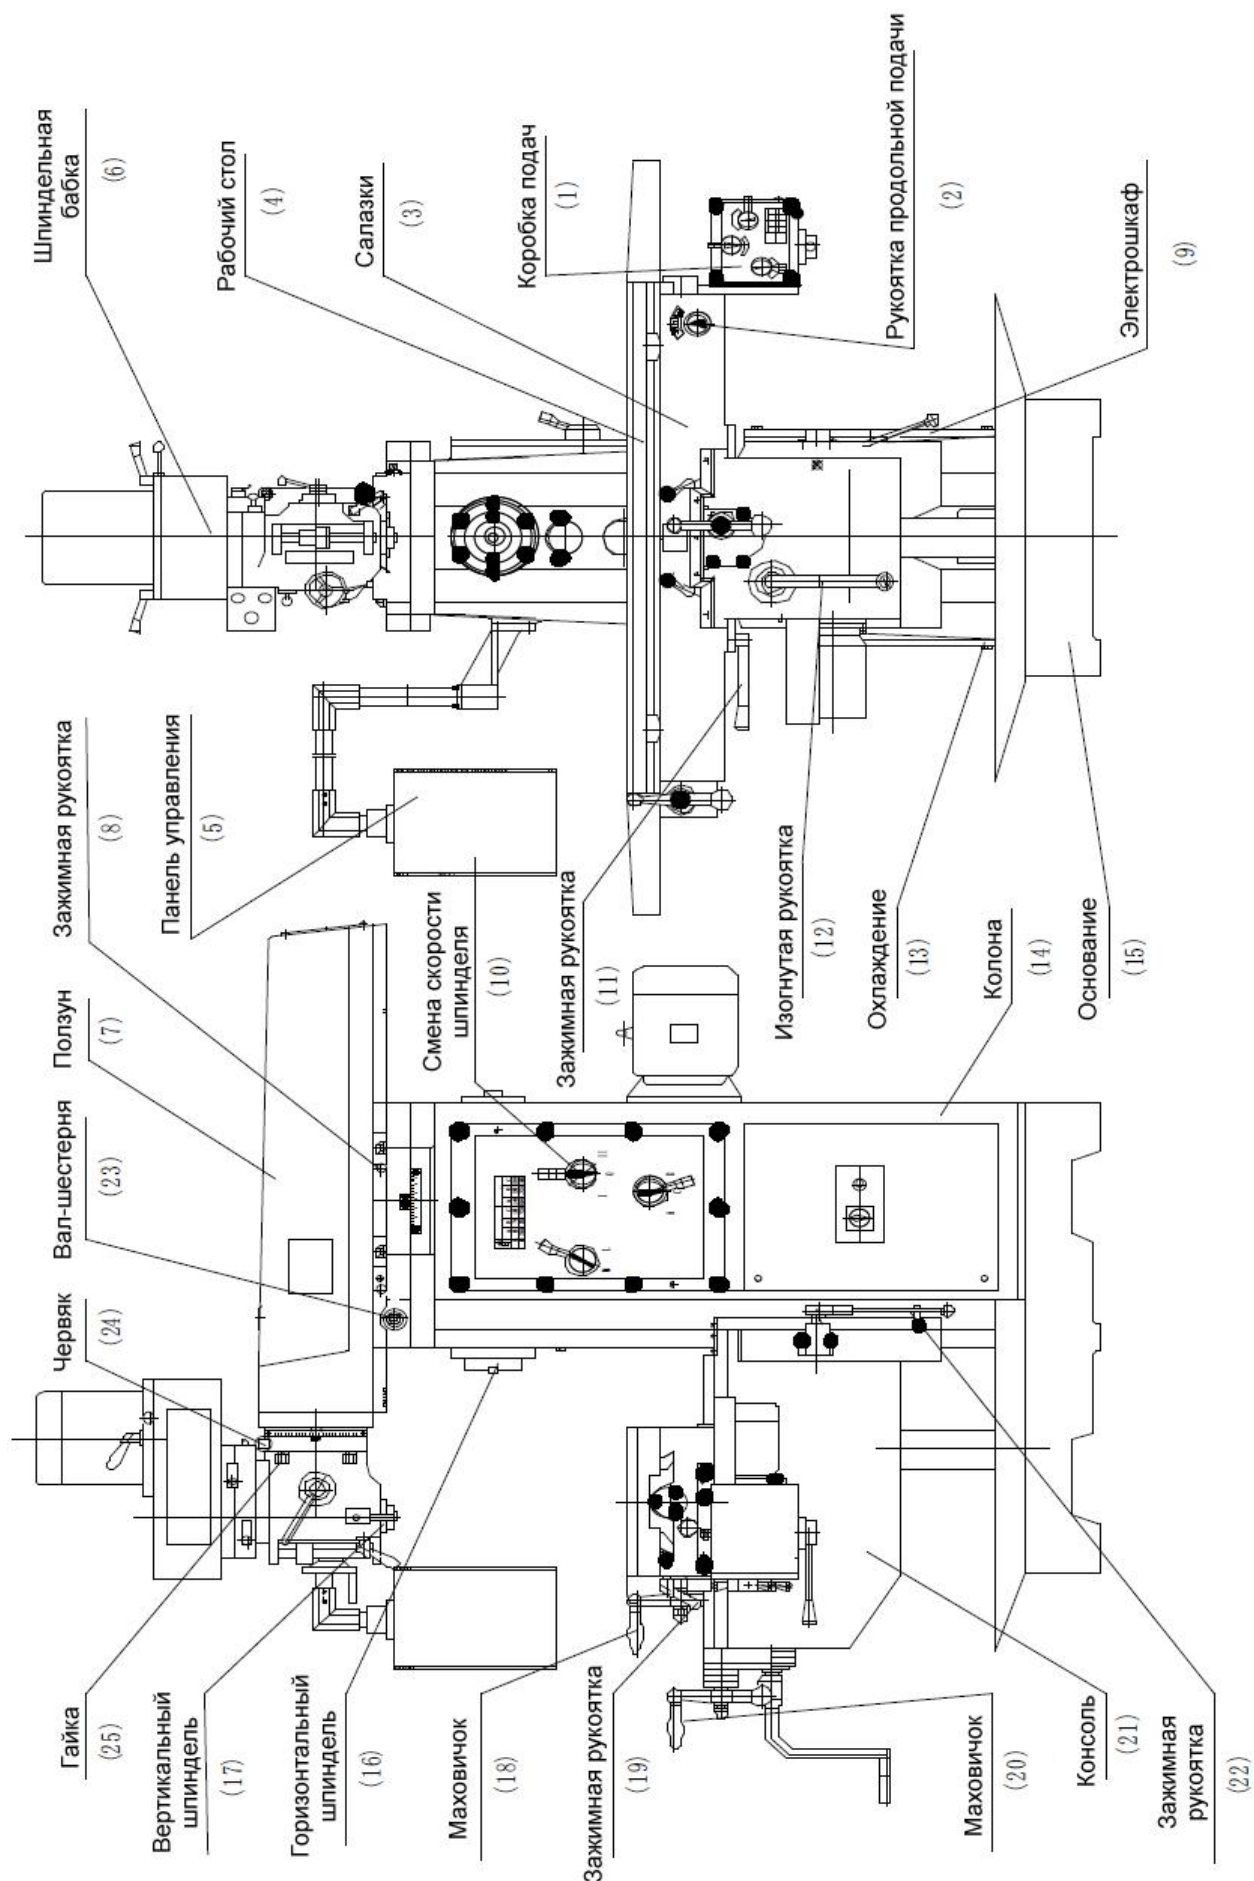

Рис.1: Устройство станка
Станок состоит из основания, стойки, консоли, рабочего стола, коробки скоростей, коробки подач, ползуна, системы охлаждения, электрической системы и т. д. Устройство станка изображено на рисунке (см. Рис. 1).
Перед тем, как приступить к работе, внимательно прочитайте руководство по эксплуатации и ознакомьтесь с устройством станка, с функциями рукояток управления и кнопок, работой системы охлаждения, системы смазки, системы подач и электрической системой. (См. рис. 1)
6.4.1. Ручная вертикальная подача стола (рисунок 1)
6.5.3. Автоматическая подача стола (рисунок 1)